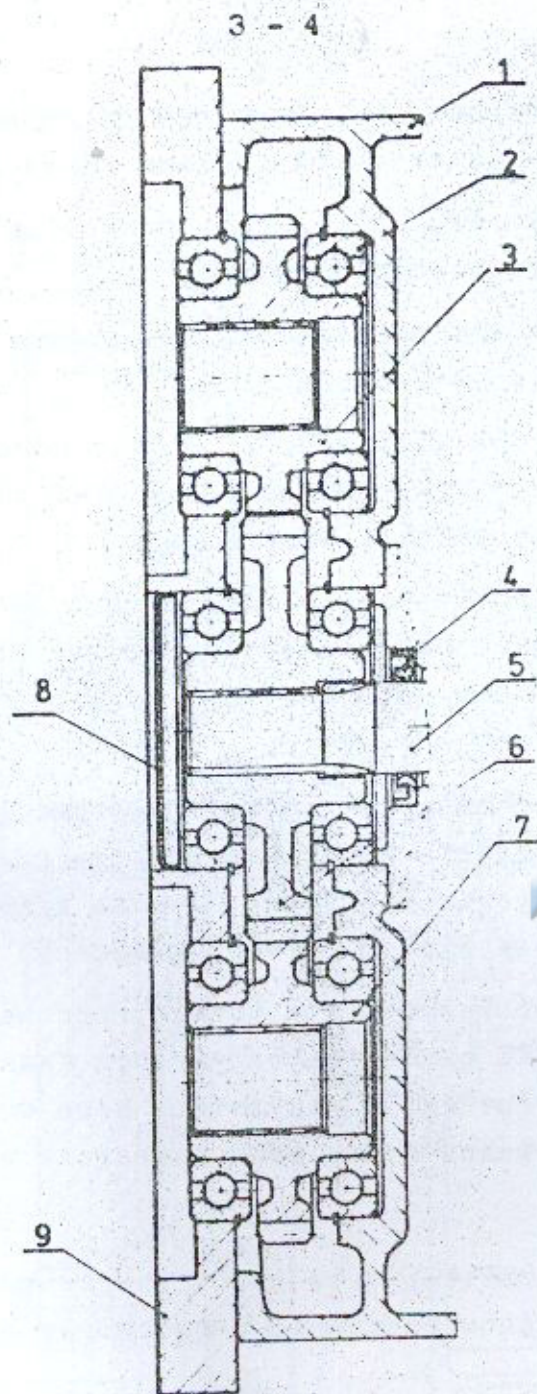

Рис.28 Привод гидронасосов - привод для гидронасосов SPV-20
Монтаж зубчатого колеса /рис.28/
- колесо для привода ходовой части /поз.3 и 7, рис.28/